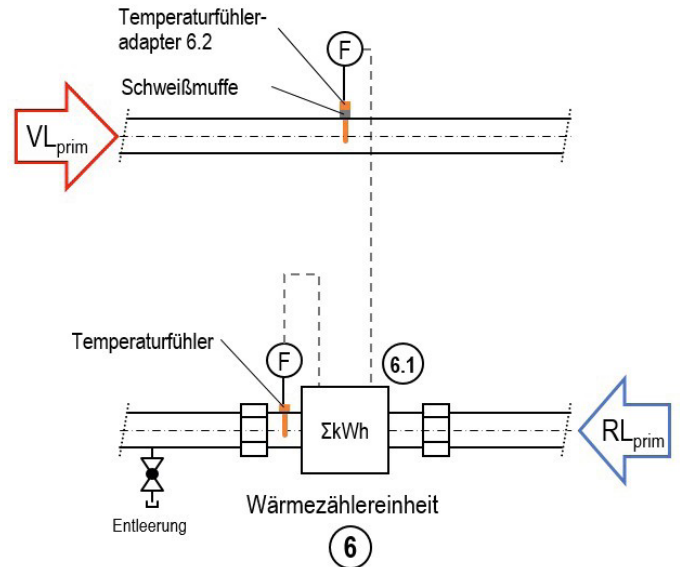
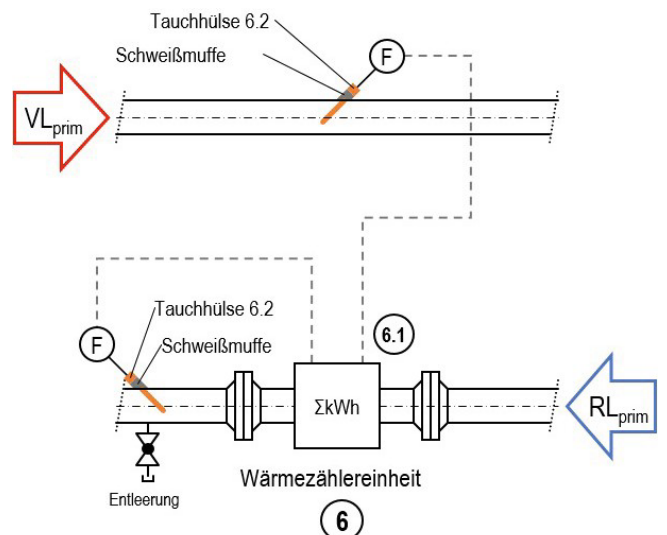

Abbildung 3: Einbauvorschrift Wärmehälereinheit Qp 1,5 / Qp 2,5, geschraubte Ausführung
Abbildung 4: Einbauvorschrift Wärmehälereinheit ab Qp 3,5, geflanschte Ausführung, 45° geneigt
- o Die Schweißmuffen sind bei Wärmehälereinheiten Qp 1,5 m³/h und 2,5 m³/h, beide senkrecht (90°) und bei Wärmehälereinheiten Qp 3,5 m³/h, 6 m³/h, 10 m³/h, 15 m³/h, alle schräg (45°) zur Rohrachse gegen die Flussrichtung, bei 25 m³/h, 40 m³/h und 60 m³/h, alle senkrecht (90°) zur Rohrachse einzuschweißen. (siehe Abbildung 3 und Abbildung 4)